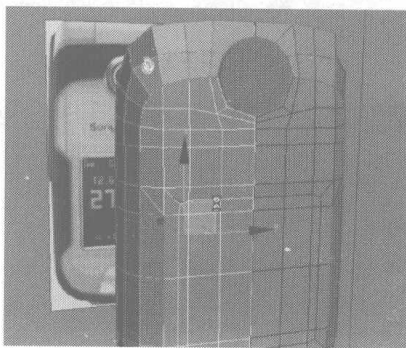

图 4.71
- 24** 取消选择编辑, 选择如图 4.71 所示的物体, 按键盘上的 Ctrl+V 组合键, 在弹出的对话框中勾选 Copy 选项, 单击 OK 按钮将其复制, 然后在按住 Ctrl 键的同时在视图选择手机正面贴图, 再单击右键, 在弹出的快捷菜单中选择 Hide Unselected 命令, 将未选择的物体隐藏。